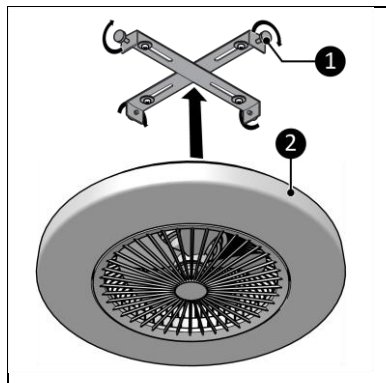

Figure 10
9. Utilisez les vis latérales (Figure 10, pos. 1) pour attacher le ventilateur (Figure 10, pos. 2) au support de suspension.